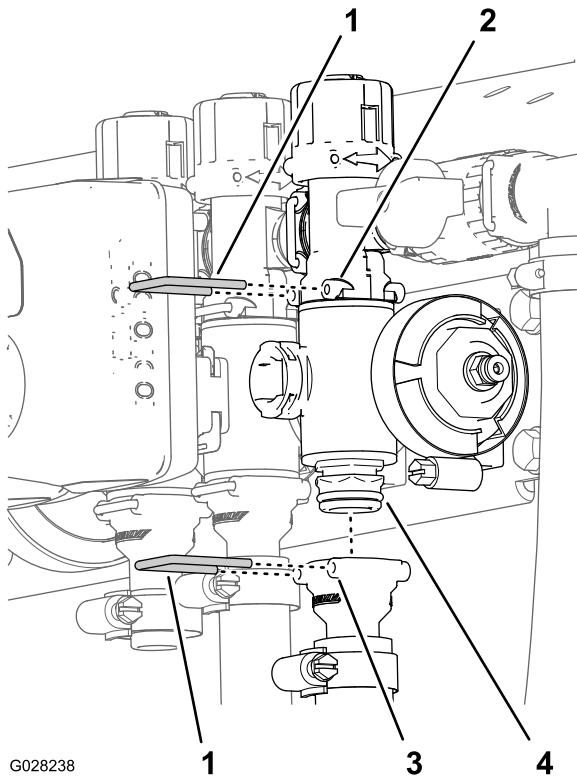

Figura 137
2. Retire a fixação que fixa o coletor da válvula de secção ao encaixe da distribuição (Figura 137).